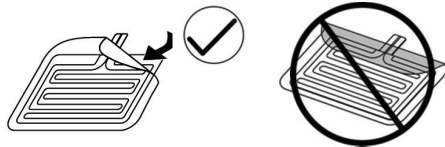

Figura 1: retirada del revestimiento
3. Con cuidado retire el revestimiento del electrodo dispersivo de manera diagonal, tal y como aparece en la Figura 1. No dañe la capa de hidrogel. Después de retirar el revestimiento, inspeccione la almohadilla con cuidado para verificar que el hidrogel no se ha separado de las capas subyacentes. Si el hidrogel está separado, deseche la almohadilla.